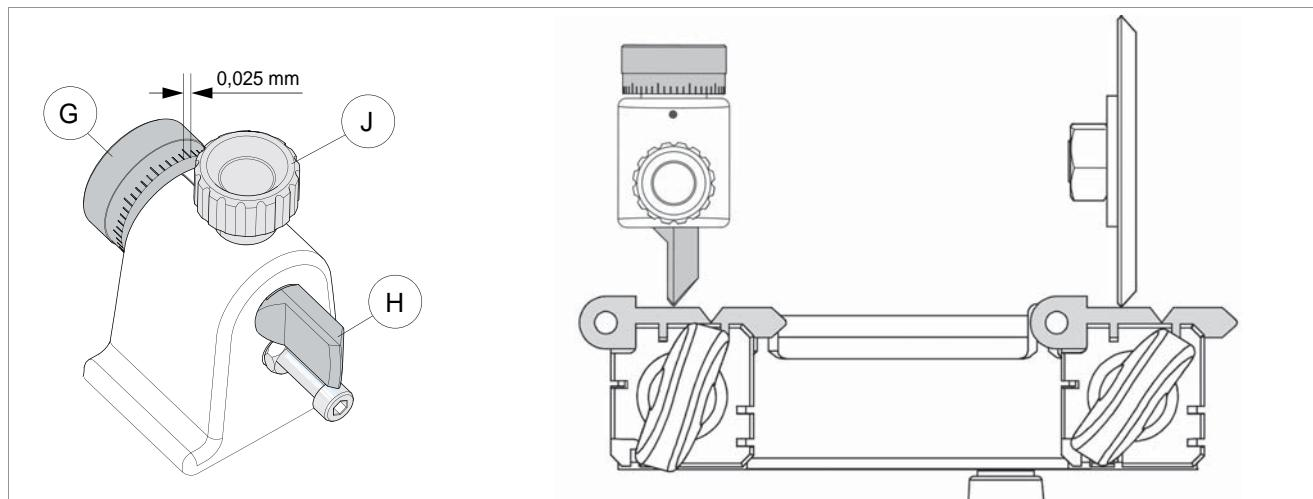
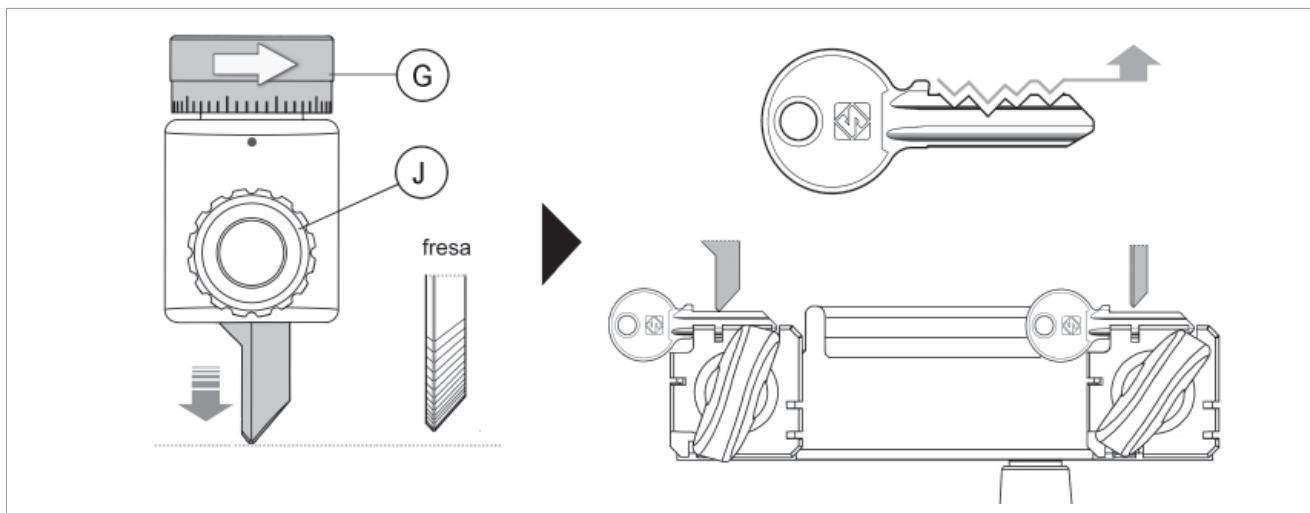

Fig. 17
Fig. 18
- 7) Ponga las llaves de ajuste en contacto con la fresa y el palpador (Fig. 17).
- a) aflojar el pomo (J) que bloquea el palpador.
- b) girar la virola (G) en sentido horario para adelantar el palpador (círculo menos profundo) (Fig. 18).
NOTA: el desplazamiento de la virola centesimal es de 0,025 mm por muesca (Fig. 17).